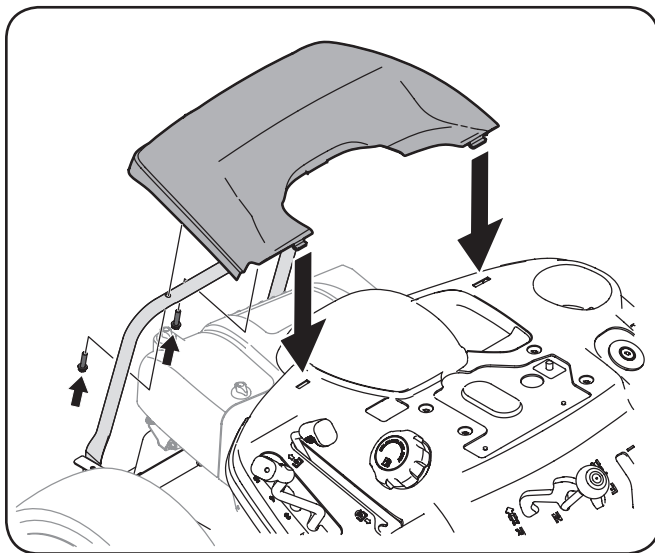

Figura 3-11
- Extraiga los dos tornillos hexagonales instalados en fábrica ubicados en la tapa trasera del motor. Guarde los tornillos para uso posterior. Vea la Figura 3-11.
- Coloque la tapa trasera del motor, para lo que debe ubicarla en su lugar como se indica en la Figura 3-11. Incline la tapa del motor hacia adelante para que calce dentro de las ranuras provistas, luego rótelas hacia atrás para alinear los orificios de montaje.